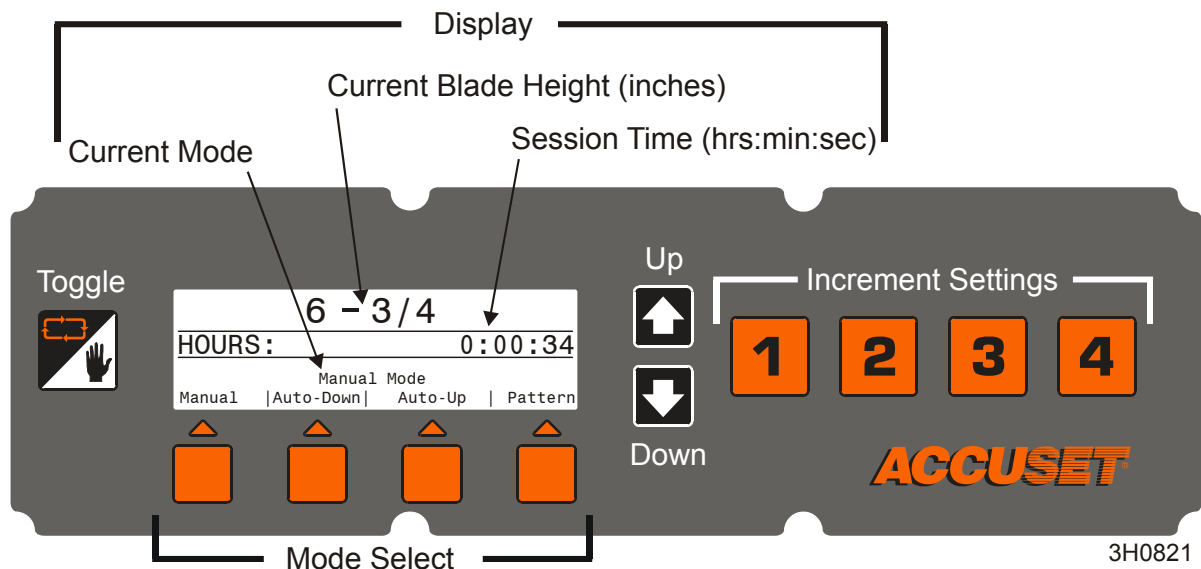

FIG. 2-1
Voir **Figure 2-1**. Placez la clé de contact sur la position accessoires (3). L'Accuset démarre en Mode Manuel par défaut. Voir la figure ci-dessous pour l'identification des boutons de commande et l'affichage.